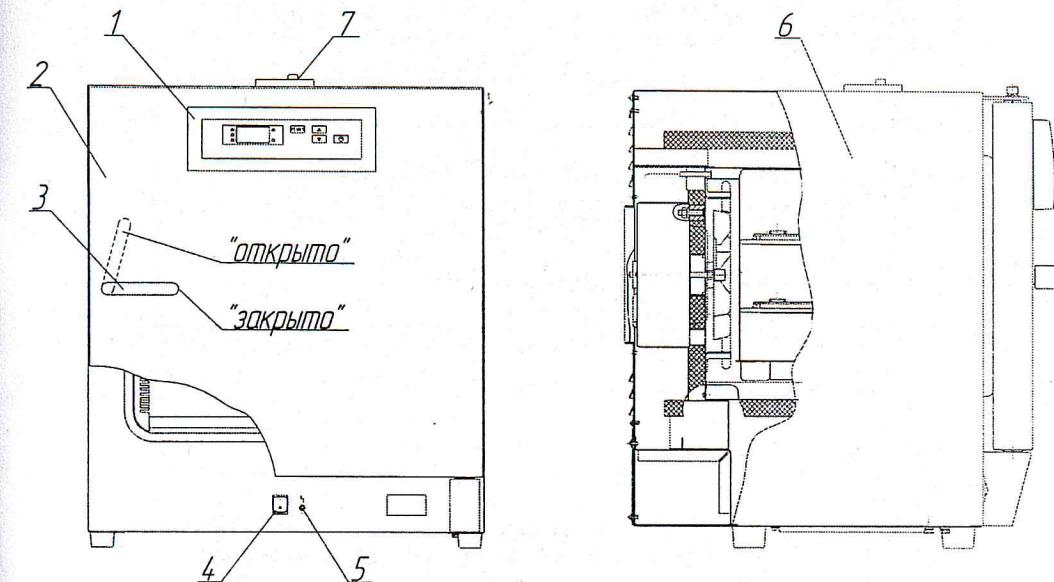
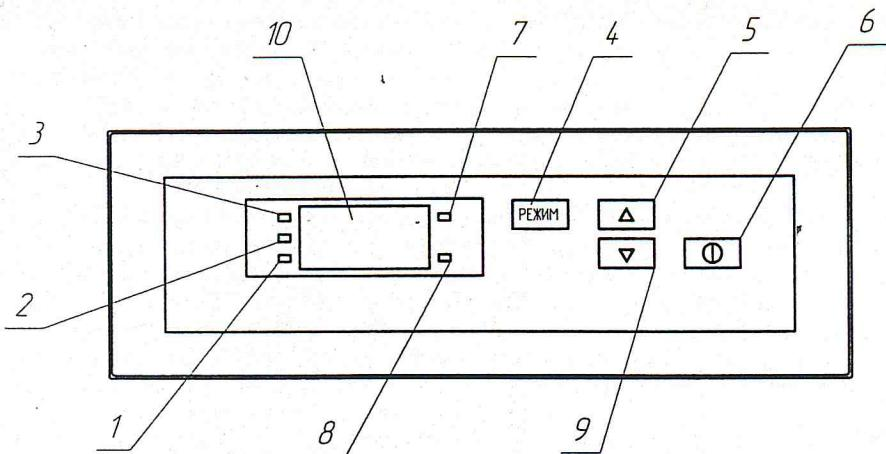

Рисунок 1 – Стерилизатор П-20-Ох-«ПЗ».
Рисунок 2 – Расположение органов управления стерилизатором на блоке управления
Внешний вид стерилизаторов приведён на рис. 1.
Управление процессом стерилизации осуществляется с панели блока управления (см. рис.2). Датчик температуры размещён внутри стерилизационной камеры. Термодатчик реле температуры, предназначенного для защиты медицинских изделий от перегрева при неисправностях в электрической схеме, размещен на задней стенке камеры.
Установить выключатель (поз.4, рис. 1) в положение "I". На блоке управления загорится индикатор (поз.7, рис. 2), показывающий текущую температуру в стерилизационной камере.
Для запуска выбранной программы кратковременно (не более 2 сек) нажать на поле "(1)" (поз.6, рис. 2). Стерилизатор переходит в фазу «ПОДГОТОВКА». Информационное табло индицирует изменение температуры в камере. Происходит нагрев до установленного значения температуры.
При достижении заданной температуры стерилизатор переходит в фазу «СТЕРИЛИЗАЦИЯ». Включается светодиодный индикатор "СТЕРИЛИЗАЦИЯ" (поз.3, рис. 2), информационное табло попеременно индицирует время выдержки и текущую температуру в камере. Происходит выдержка при заданной температуре, по истечении которой стерилизатор переходит в фазу «ОХЛАЖДЕНИЕ».
В фазе «ОХЛАЖДЕНИЕ» индикатор продолжает показывать изменение температуры в камере и горит индикатор "ОХЛАЖДЕНИЕ" (поз.2, рис. 2). Температура в камере падает. При понижении температуры до 75°C гаснет индикатор "ОХЛАЖДЕНИЕ", загорается индикатор "ВЫГРУЗКА" (поз.1, рис. 2) и звучит прерывистый звуковой сигнал, который выключается через 1 минуту.
2.3.1 Установить выключатель (поз.4, рис. 1) в положение "I". На блоке управления загорится индикатор (поз.7, рис. 2), показывающий текущую температуру в стерилизационной камере.
В алгоритм управляющей программы стерилизатора заложена возможность автоматического запуска прерванной (в результате кратковременного пропадания питающего напряжения) программы. Если после включения произошел автоматический запуск программы, то для ее остановки необходимо нажать на поле "①" (поз.6, рис.2) и удерживать в течение 3 секунд.
2.3.3 Для запуска выбранной программы кратковременно (не более 2 сек) нажать на поле "①" (поз.6, рис. 2). При этом включится вентилятор принудительной циркуляции воздуха внутри стерилизационной камеры и стерилизатор перейдет в фазу «ПОДГОТОВКА». Информационное табло индицирует изменение температуры в камере. Происходит нагрев до установленного значения температуры.